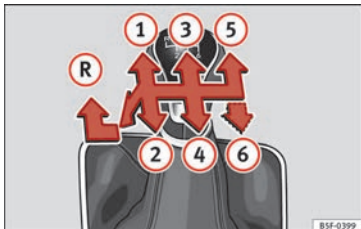

Fig. 52 Schéma d'une boîte mécanique 5 vitesses ou 6 vitesses.
Les positions des vitesses sont représentées sur le levier de vitesses » **fig. 52**.
- Au point mort, appuyez sur le levier de vitesses, déplacez-le complètement vers la gauche puis vers l'avant pour passer la marche arrière » **fig. 52 (R)**.